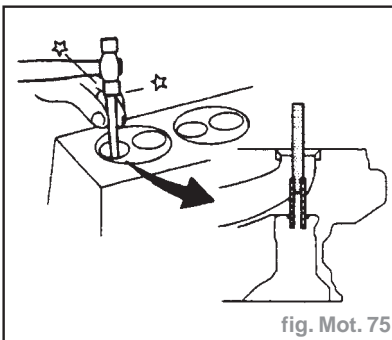

fig. Mot. 75
- Déposer le guide à l'aide de l'outil approprié (fig. Mot. 75).